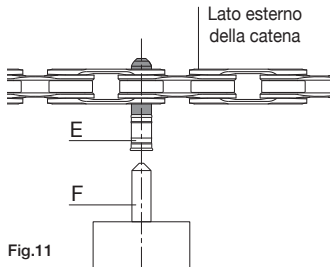

Fig.11
- Verificate che la punta conica dello spintore (F) (Fig. 11) sia in asse con il centro della bussola ULTRA-LINK 5-CN-SR700 (E) (Fig. 11).